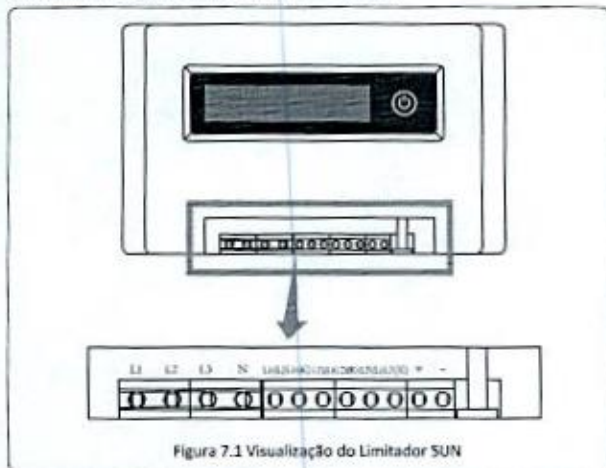

Figura 7.1 Visualização do Limitador SUN
O inversor possui função de exportação zero externa. Esta função é opcional. Ele pode coletar energia contra-corrente para controlar a energia de saída do inversor, de modo que a energia do inversor e a carga possam ser desativadas e o excesso de energia não retorne à rede. Se você comprar o inversor com função de exportação zero, um dispositivo externo de exportação zero (limitador SUN ou medidor de energia) será incluído no pacote, o que é necessário para a função. O limitador SUN é mostrado como Figura 7.1. Você pode ver a marca da linha correspondente próxima à interface verde. Os terminais verdes à esquerda são a interface da linha CA trifásica (L1, L2, L3) e da linha N (N), e à direita são a interface entre três conjuntos de sensores de corrente e um conjunto de terminais de controle. O limitador SUN coletará a tensão e a corrente dessas interfaces e enviará sinais de controle para o inversor.